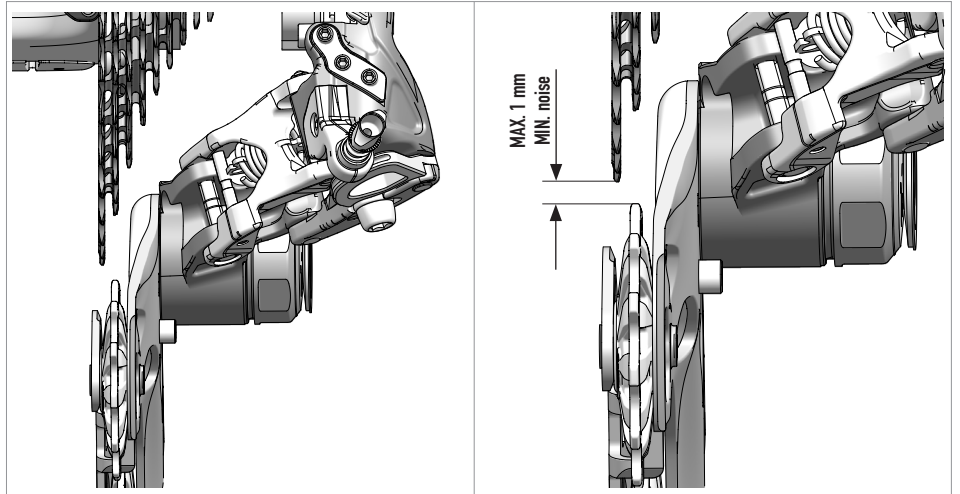

Fig.21
- Le galet supérieur doit être à la bonne distance du plus grand pignon (Fig. 21).